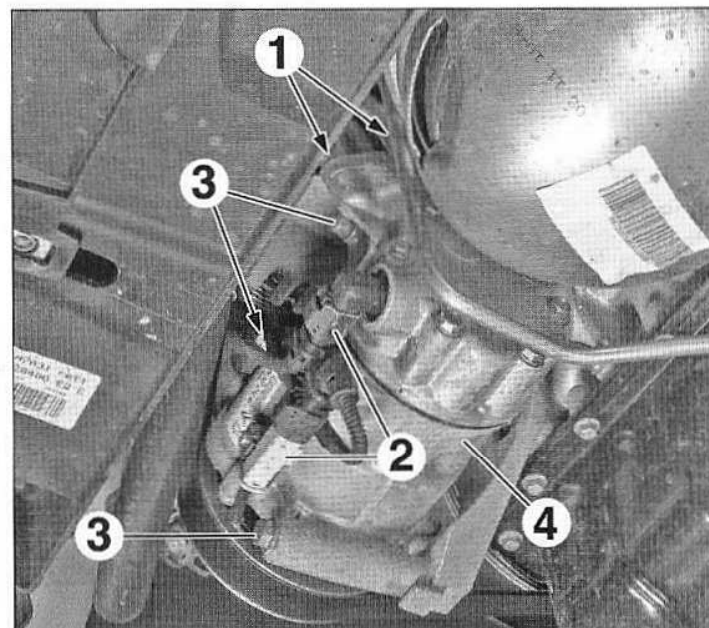

FIG.6
- les écrous (1) et désaccoupler les brides de canalisations (Fig.6).
- Débrancher les connecteurs (2).
- les vis (3),
- le compresseur (4).